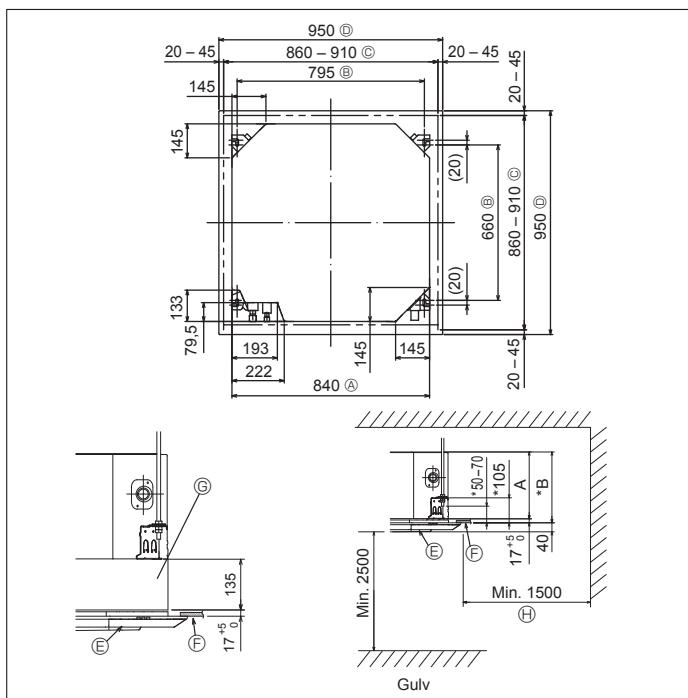

Fig. 3-2
3.2. Åbninger mod loft og placering for installation af suspensionsbolt (Fig. 3-2)
- Dimensionerne på åbningerne i loftet kan reguleres inden for det i Fig. 3-2 viste område. Hovedenheden centreres i forhold til åbningerne i loftet, således at mellemrummet mellem enhedens sider og loftkanterne er ens på alle sider.